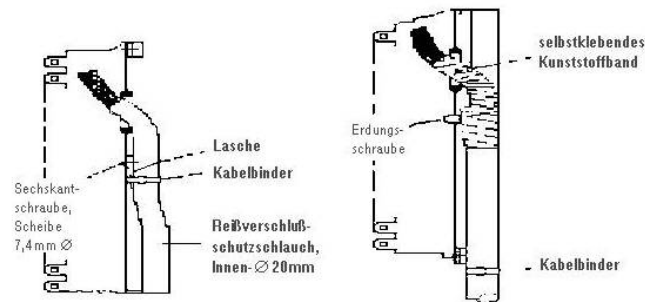

Abbildung 43: Muffenlose Kabelaufteilung bis 200 DA an EVs 80
- 7) Bei nicht druckluftüberwachten Kabeln (Kabel mit „Petrolatfüllung“) mit mehr als 100 DA bis max. 200 DA ist die muffenlose Kabelaufteilung anzuwenden (*Abbildung 43*).